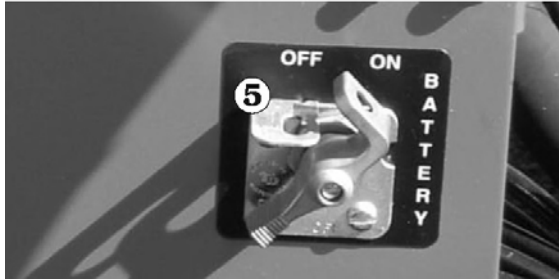

Fig. 9.4
1. Kontrollera för att säkerställa att batterifrånskiljaren är i läge TILL. (Se Fig. 9.4)
4. Om **batterifrånskiljaren** ⑤ (se Fig. 9.4), **nödstoppsbrytaren** ⑥ och **väljarbrytaren** ⑦ (se Fig. 9.5) alla är korrekt inställda och motorn inte går att starta från plattformens manöverbox, sätt **väljarbrytaren** ⑦ i läge "Nedre manövrer" (nedåt) och försök att sänka plattformen från nedre manöverboxen.